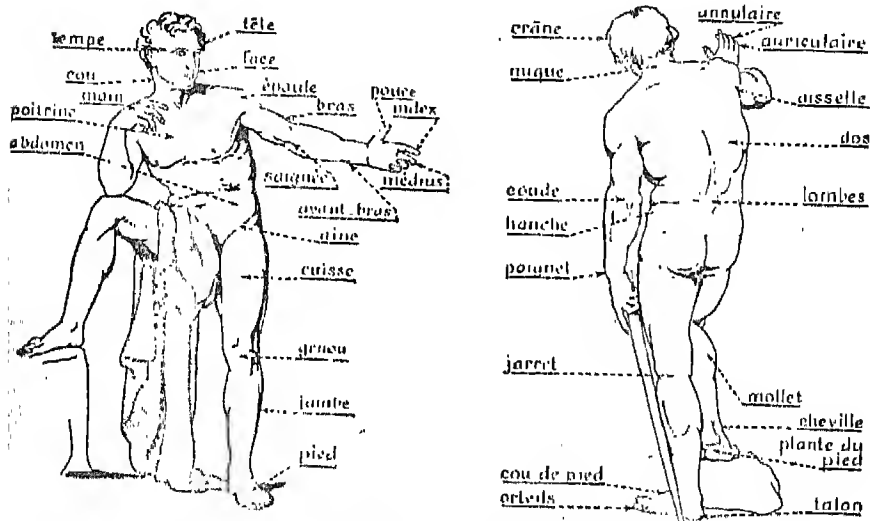

Fig. 1. — Les différentes parties du corps humain. A gauche, face ventrale ; à droite, face dorsale.
1. Montrer sur un élève les différentes parties du corps humain, mentionner sur la fig. 1.